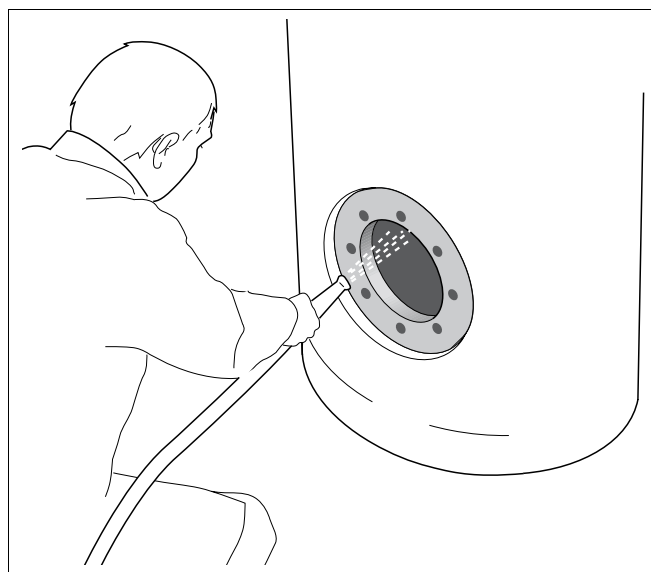

Fig. 11 Spruzzare l'accumulatore produttore d'acqua calda
- Spruzzare l'interno dell'accumulatore produttore d'acqua calda con un getto forte e tagliente di acqua fredda (ca. 4 – 5 bar sopra pressione) (fig. 11).